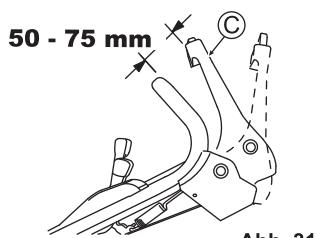

Abb. 31
Nehmen Sie die Justierung so vor, dass die Klinge sich zu drehen beginnt, wenn der Abstand zwischen dem Klingenhebel (C) und dem Griff 50 - 75 mm beträgt und der gelbe Knopf, wie in Abb. 31 dargestellt, gedrückt ist.